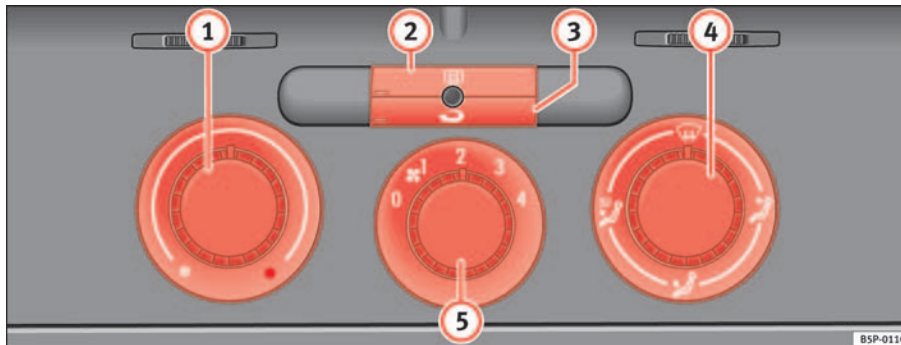

Abb. 121 In der Instrumententafel: Bedienelemente der Heizung
- Mit den Reglern ⇒ Abb. 121 ① und ④ und mit dem Schalter ⑤ stellen Sie die Temperatur, die Luftverteilung und die Gebläsestufe ein.
- Drücken Sie die jeweilige Taste ② bzw. ③, um eine Funktion ein- oder auszuschalten. Bei einer eingeschalteten Funktion leuchtet das Fenster unten links an der Taste auf.